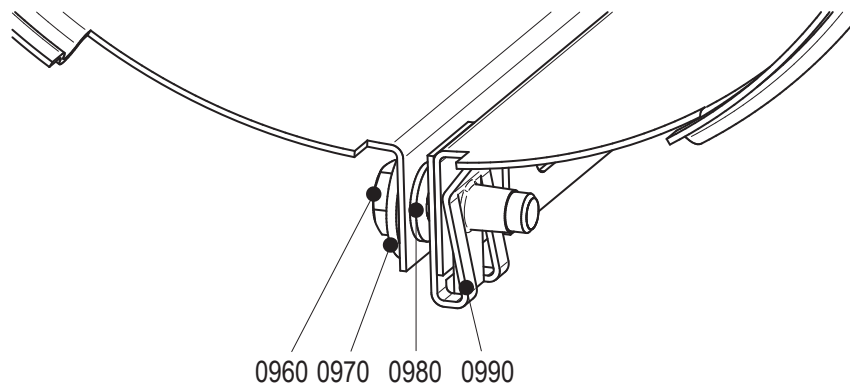

Figura 15: Instalação da cobertura.
- 1 Desaperte os parafusos (0960). Consulte a figura 15.
- 3 Feche a cobertura e coloque o parafuso (0960). Consulte a figura 15.
- 5 Feche a cobertura e coloque um parafuso (0230) e um parafuso (0960). Consulte a figura 15.